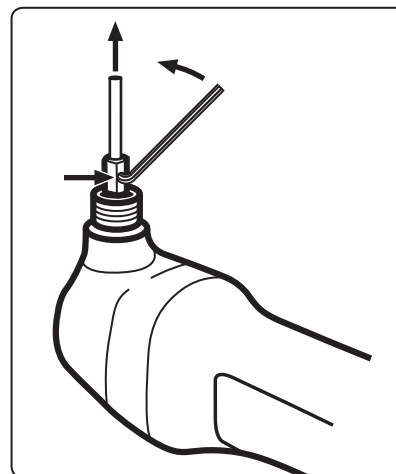

Abb. 5
2. Lösen Sie den Stempel mit einem Inbusschlüssel und entfernen Sie ihn aus der Halterung (Abb. 5).